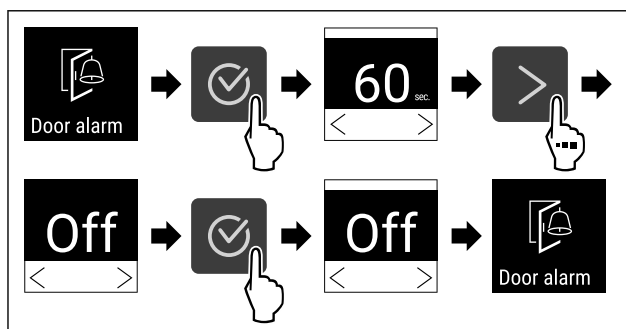

Fig. 118
- ▶ Eseguire i passi (vedere Fig. 118) .